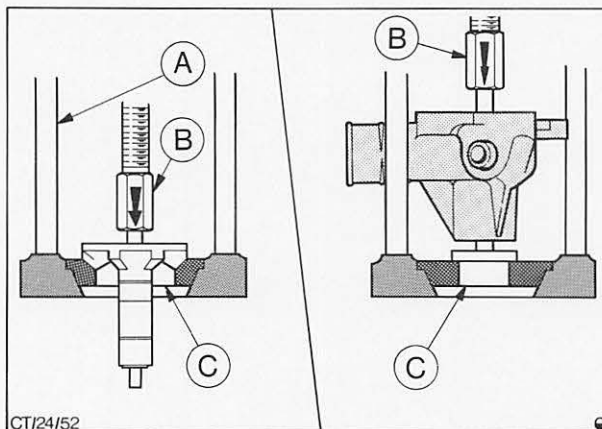

Abb. 26 Schaufelrad ab- und Nabe – Riemenscheibe aufpressen
3. Geeigneten Halbring in die Presse einsetzen, Abb. 26, und Schaufelrad so am Halbring abstützen, daß die Schaufeln innerhalb der Spalten zwischen den Halbringen liegen. Lagerwelle aus dem Schaufelrad herauspressen.
6. Mit geeignetem Halbring und Druckstück, Abb. 26, Nabe – Riemenscheibe so weit auf die Lagerwelle aufpressen, bis das Lagerwellenende 1,5 mm über der Nabe vorsteht.